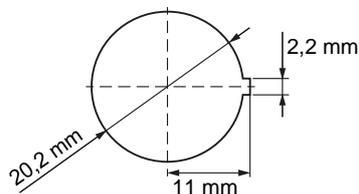

Figura 24: Orificio para el unidad de control
- ▶ Taladre un orificio de $\varnothing = 20,2$ mm en el salpicadero para la unidad de control (véase la Figura 24).